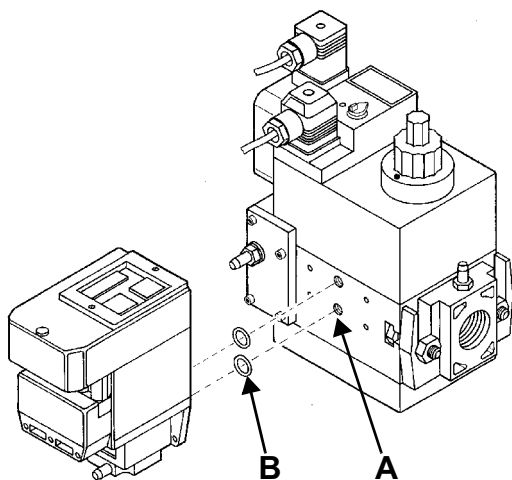
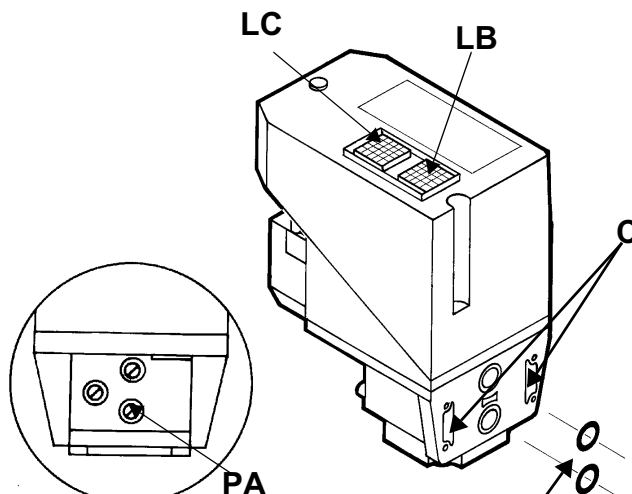

Fig. 21
Fig. 22
- 3 indepartati suruburile de pe prizele multiblocului rampa (Fig. 21-A);
- 4 inserati inelele de etansare (10,5 x 2,25) la VPS 504 (Fig. 22-B, Fig. 21-B)
- 5 Strangeti suruburile 3, 4, 5, 6 (M4 x16) Fig. 21-C
Daca doriti sa monitorizati testul, instalati un manometru gradat corespunzator presiunii de alimentare in punctul **PA** (Fig. 22). Daca ciclul de testare este satisfactor , dupa cateva secunde lampa corespunzatoare **LC** (galbena) se aprinde. In caz contrar lampa de blocare **LB** (rosie) se aprinde. Pentru a reporni este necesara resetarea echipamentului prin apasarea butonului cu led **LB**.